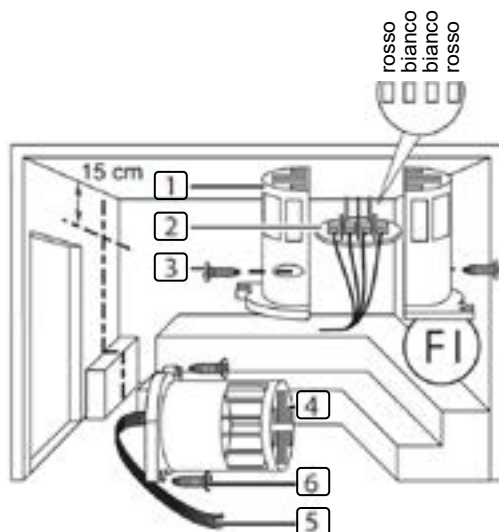
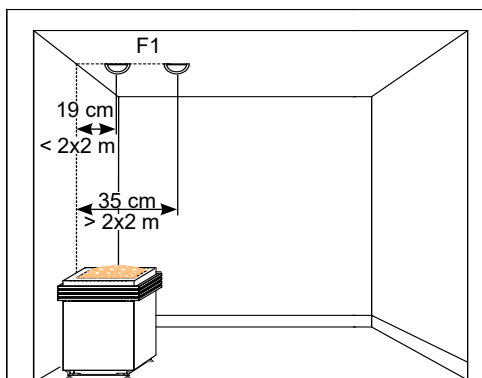

Fig. 6: Montaggio del sensore della stufa in caso di stufa a parete
Fig. 7: Montaggio del sensore della stufa in caso di stufa a pavimento e stufa a colonna
Durante il montaggio del sensore della stufa osservare i punti **Fig. 6** e **Fig. 7**:
- Il sensore della stufa deve essere montato sulla parete posteriore della stufa al di sopra del centro della stufa a parete. Rispettare a riguardo una distanza di ca. 15 cm dal soffitto della cabina. In caso di una stufa a pavimento ovvero di una stufa a colonna osservare **Fig. 7 a pagina 16**.
Per il montaggio del sensore della stufa eseguire i seguenti passaggi (vedi **Fig. 6**):
3. Collegare i quattro raccordi del cavo del sensore della stufa 5 conformemente alla **Fig. 6 a pagina 16**.